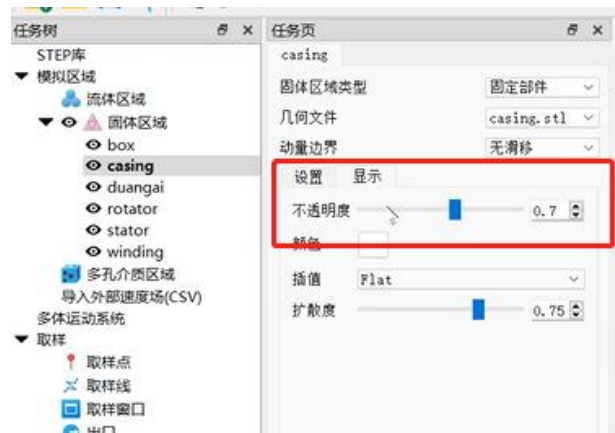

图2
Step5: 在工作树区逐次选择壳体及端盖，在详细页中选择“显示”，降低其不透明度（如下图2）。